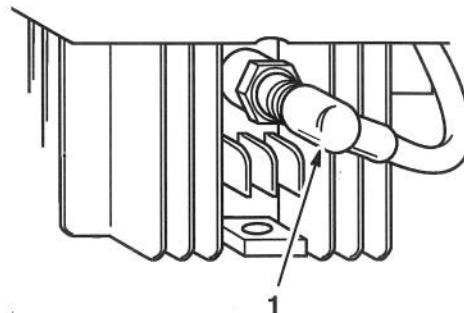

Figure 22
1. Débrancher le fil de bougie (Fig. 22). Retirer la bougie et la nettoyer à l'aide d'une brosse métallique pour la débarrasser des dépôts de carbone. **NE PAS DÉCAPER AU SABLE.** Examiner la bougie en vue d'ébréchures ou d'électrodes usés ou endommagés. Remplacer si nécessaire.
3. Visser la bougie à la main puis la serrer à 20 N·m (180 po.-lbs – 15 pi.-lbs) (Fig. 22).
1. Débrancher le fil de bougie (Fig. 22)
5. Une fois l'entretien terminé, rebrancher le fil de bougie (Fig. 22).